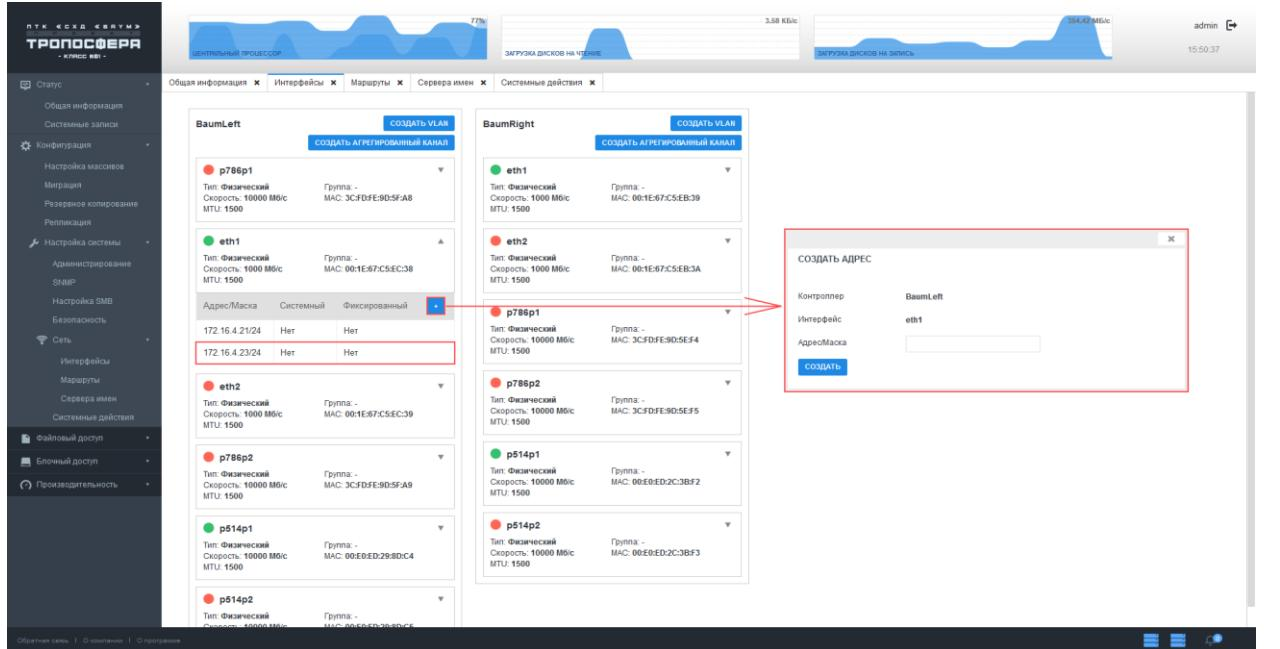

Рисунок 18 – Настройка сетевых интерфейсов
- 1) Перейти на вкладку «Конфигурация» → «Настройка системы» → «Сеть» → «Интерфейсы» (см. Рисунок 18). На ней отображены все сетевые интерфейсы изделия с их текущими настройками и состояниями, для просмотра подробных параметров нажать на стрелку в правом верхнем углу нужного интерфейса: